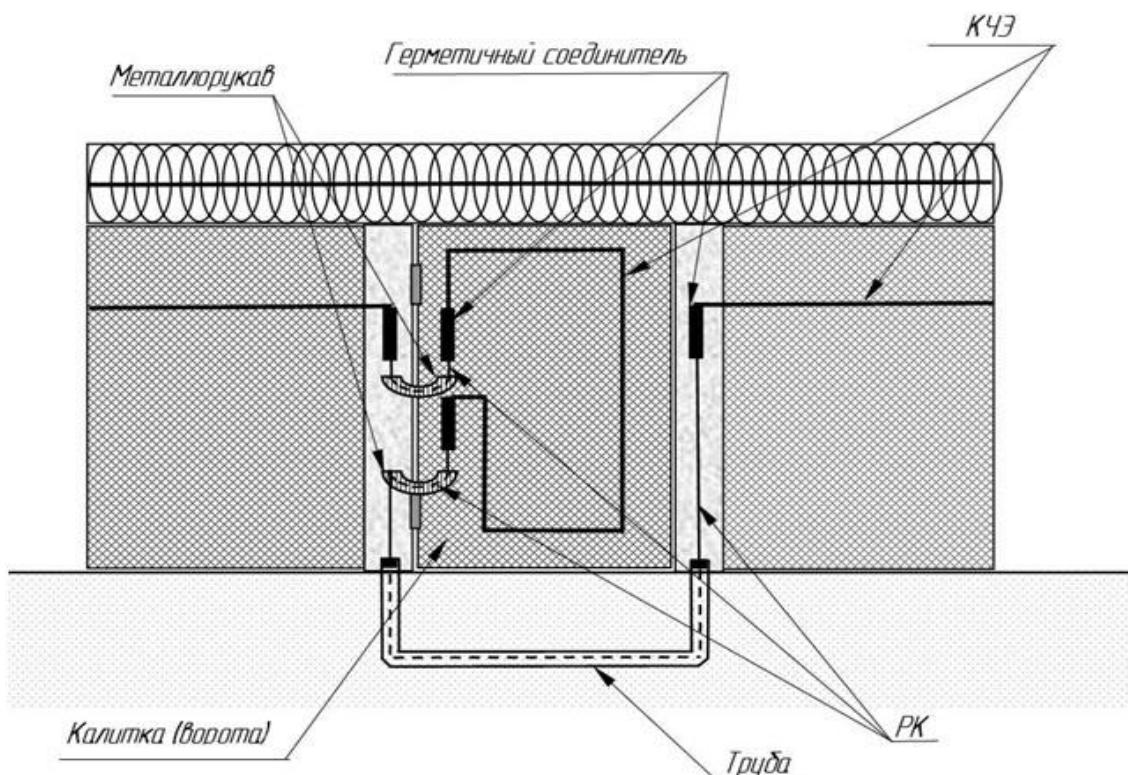

Рисунок 3.7
3.7.1 Монтаж основной линии блокировки производится в соответствии с п.3.5 (рисунок 3.7).